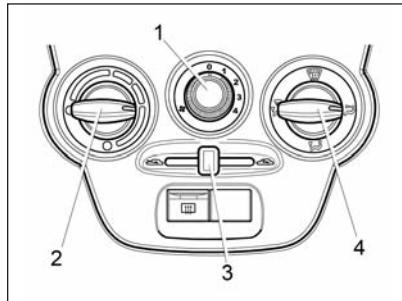
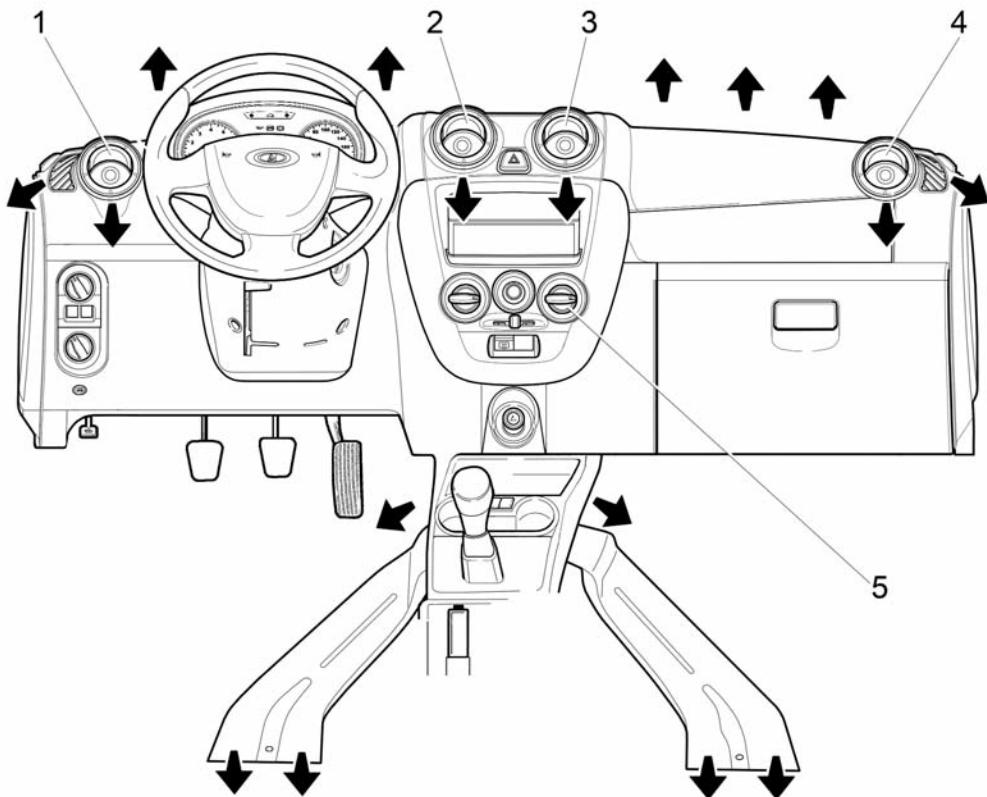
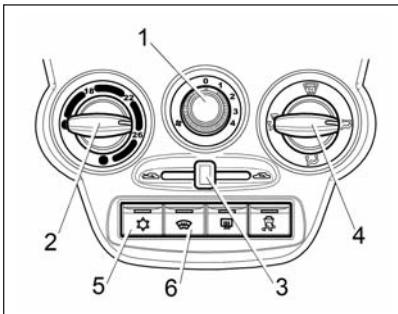

Рис. 38. Блок управления системой вентиляции и отопления
Рис. 39. Направления потоков воздуха из дефлекторов и воздуховодов
Рис. 40. Блок управления климатической системой (в вариантом исполнении)
Отопительно-вентиляционная установка автомобиля предназначена для создания в салоне комфортной температуры воздуха, значение которой регулируется блоком управления системой вентиляции и отопления (рис. 38). Однако она не может обеспечить в салоне температуру ниже, чем имеет наружный воздух.
Непосредственным воздействием на дефлекторы сопел 1, 2, 3 и 4 (рис. 39) регулируется интенсивность подачи воздуха путем изменения положения дефлекторов вплоть до полного их закрытия. Открытие нужного сопла производится нажатием на специальное углубление в дефлекторе. Вращением дефлектора регулируется направление воздушного потока.
- **рукоятку 4** (см. рис. 38) установить в зависимости от желаемого направления потока;
- **сопла 1 и 4** (см. рис. 39) отрегулировать по направлению и силе потока (рукояткой переключателя 2, см. рис. 38), в зависимости от желаемого направления и силы потоков;
– **рукоятку 3** (см. рис. 38 и рис. 40) перевести в крайнее левое положение
– **рукоятку 4** (см. рис. 38) установить в положение
– **сопла 1 и 4** (см. рис. 39) направить на соответствующие боковые стекла в зону наибольшего запотевания;
– **рукоятку 2** (см. рис. 38) установить в положение подачи максимально теплого воздуха (красная точка) в холодное время года (максимально холодного воздуха в теплое время года, кроме того, рекомендуется включать кондиционер при наличии);
– **рукоятку 1** (см. рис. 38) поставить на скорость в зависимости от степени запотевания стекол.
При мойке автомобиля нельзя включать вентилятор климатической системы, что соответствует положению «0» рукоятки 1 (см. рис. 38).
– **рукоятку 2** (см. рис. 38) установить в положение подачи максимально теплого воздуха;
– **сопла 1 и 4** (см. рис. 39) направить на соответствующие боковые стекла в зону наибольшего обледенения;
– **рукоятку 1** (см. рис. 38)
– рукоятку 4 (см. рис. 38) установите в желаемое положение направления потоков воздуха;
В вариантом исполнении (см. рис. 40) климатическая установка имеет дополнительный режим кондиционирования, обеспечивающий охлаждение воздуха, подаваемого в салон автомобиля.
2. Включите вентилятор, установив рукоятку 1 (см. рис. 40)
В положении  рукоятки 4 хотя бы одно из сопел 1, 2, 3 или 4 (см. рис. 39) должно быть открытым, иначе теплообменник охлаждения воздуха (испаритель) может обледенеть и перекрыть подачу воздуха в салон.
Для установки желаемой температуры воздуха в салоне поверните **рукоятку 2** (см. рис. 40) по часовой стрелке для повышения, против часовой стрелки для понижения. Температура будет поддерживаться автоматически в пределах производительности климатической установки и установленного допуска.
2. Поверните **рукоятку 2** (см. рис. 40 против часовой стрелки влевое положение до упора (синяя точка на блоке управления).
3. Установите **рукоятку 4** своей меткой напротив символа . **Сопла 1 и 4** (см. рис. 39) панели приборов должны быть открытыми.
4. **Рукояткой 1** (см. рис. 40) включите максимальную скорость вентилятора климатической установки (положение «4»).
Для включения/выключения ЭОВС нажмите **кнопку 6** (см. рис. 40), при включении загорается индикатор на кнопке выключателя. Контрольный световой индикатор, расположенный на кнопке выключателя, будет светиться желтым светом в течение всего времени работы системы электрообогрева. Система ЭОВС функционирует только при работающем двигателе.